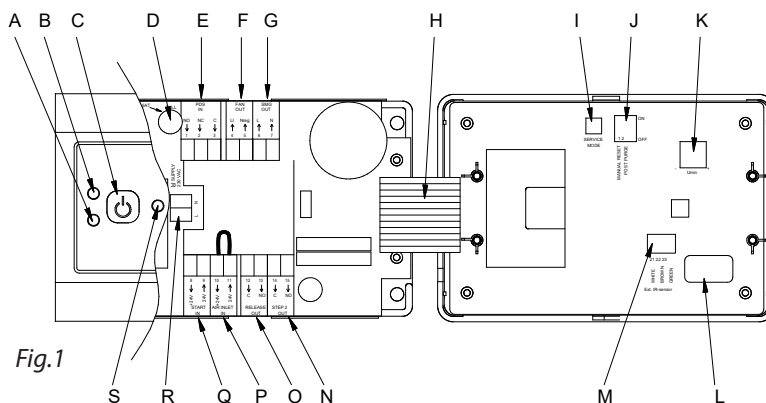

Fig.1
EFC21 (fig. 1) er en styring for gasspeiser for bruk i forbindelse med installasjon av **exodraft** røyksugere.
Røyksugeren starter på full hastighet når EFC21 aktiveres. Når den tilkoblede overvåkingen melder om tilstrekkelig skorkestrekk, frigis gasspeisen, og røyksugerens hastighet reduseres til forhåndsinnstilt verdi (fig. 1-K).
Det er imidlertid mulig å velge 3 minutters etterventilasjon på en DIP-bryter (fig. 1-J).
Kontroller fabrikkinnstillingene på DIP-bryterne før innregulering (fig. 1-J).
- Trykk på PÅ/AV-knappen (fig. 1-C).
- Trykk på servicemodus-knappen (fig. 1-I) på baksiden av dekselet. Alarmdioden (fig. 1-A) vil da blinke RØDT, og funksjonsdioden (fig. 1-B) vil blinke i henhold til pressostatens stilling; se skjemaet under: